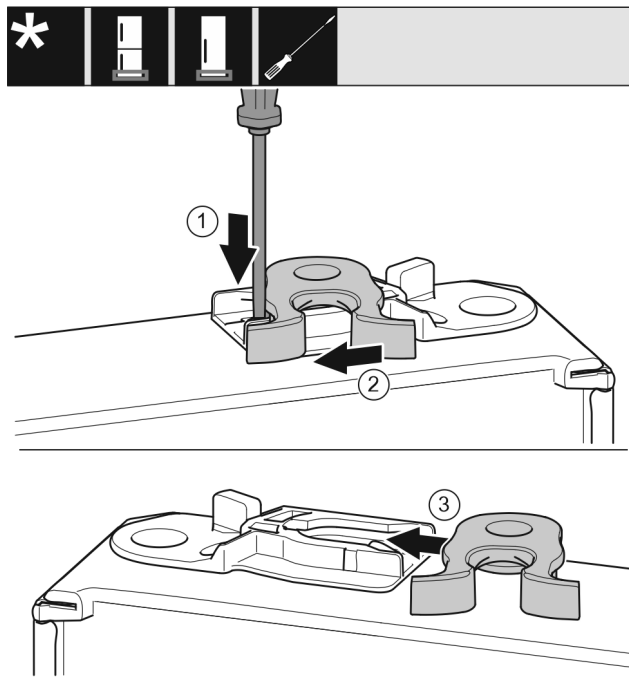

Fig. 16
- ▶ С плоска отвертка натиснете езичето надолу. Fig. 16 (1)
- ▶ Извадете затварящата кука от водача. Fig. 16 (2)
- ▶ Вкарайте затварящата кука във водача от другата страна. Fig. 16 (3)